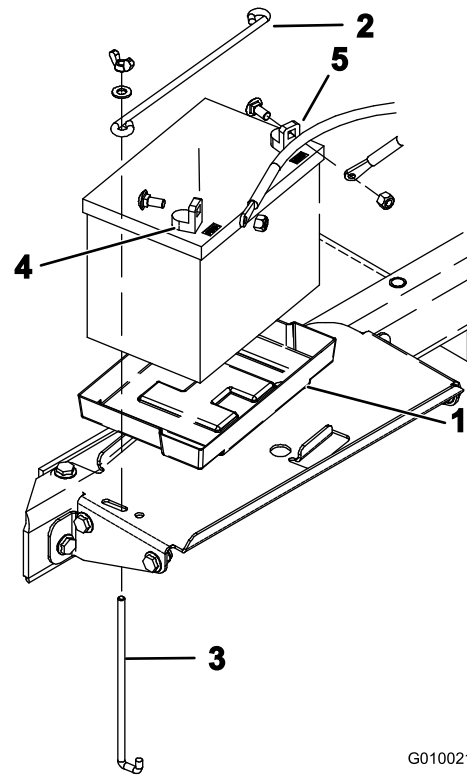

Figura 50
- A. Rimuovete il dispositivo di fissaggio della batteria e le aste del dispositivo di fissaggio della batteria che fissano la batteria al vassoio (Figura 50).
6. Inserite la batteria nel vassoio nel vano batteria come illustrato nella Figura 50.